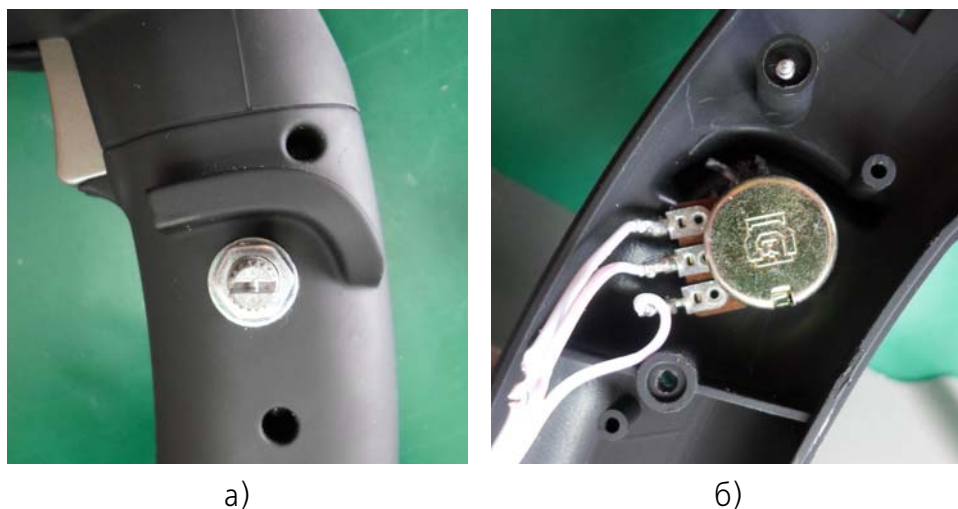

Рис. 3.4.
2. Установите резистор и зафиксируйте его. Пример расположения резистора показан на рис. 3.4 а) и б).